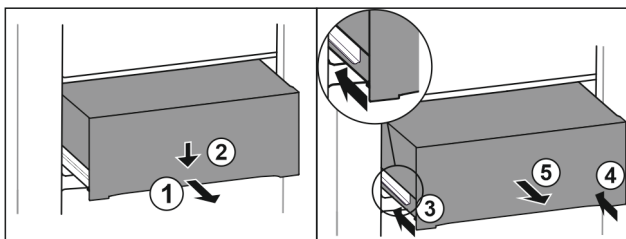

Fig. 203
- ▶ Вытяните выдвижной ящик наполовину. Fig. 203 (1)
- ▶ Вдавите выдвижной ящик в передней части вниз. Fig. 203 (2)
- ▶ Задвиньте левую направляющую прим. на 2 см. Fig. 203 (3)
- ▶ Задвиньте правую направляющую прим. на 2 см. Fig. 203 (4)
- ▶ Извлеките выдвижной ящик движением вперед. Fig. 203 (5)